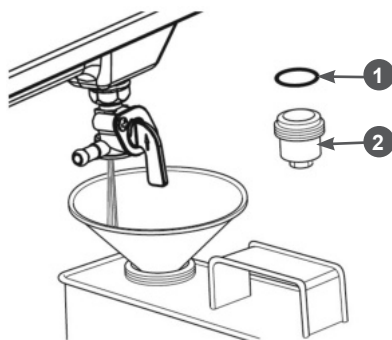

Рис. 20 Слив топлива с топливного бака
- открутите стакан 2 отстойника (Рис. 20);
- откройте топливный кран и слейте топливо в приготовленную для этого ёмкость (Рис. 20);
- установите на место стакан отстойника. Перед установкой убедитесь в том, что уплотнительное кольцо 1 находится на месте и не повреждено (Рис. 20).